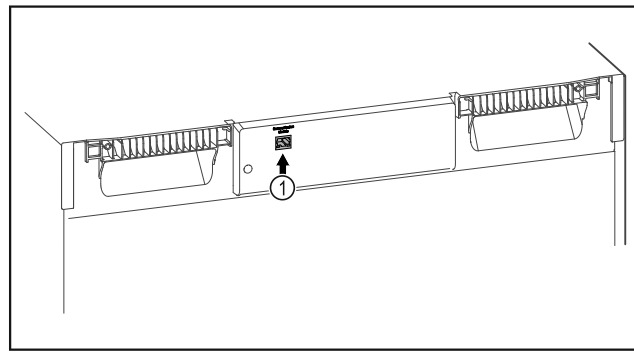

Fig. 119
- SmartModule Fig. 119 (1) встановлено.